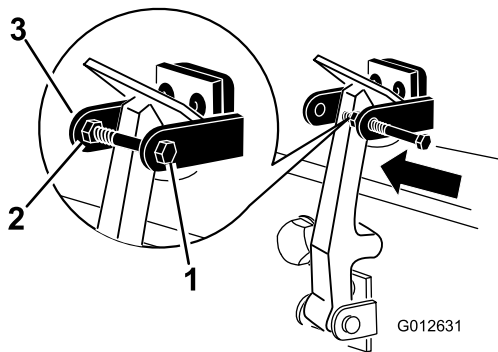

Figura 9
- Avvitare il bullone nell'altro braccio della staffa di chiusura del cofano per fissare il fermo in posizione (Figura 9). Serrare accuratamente il bullone ma non serrare il dado.